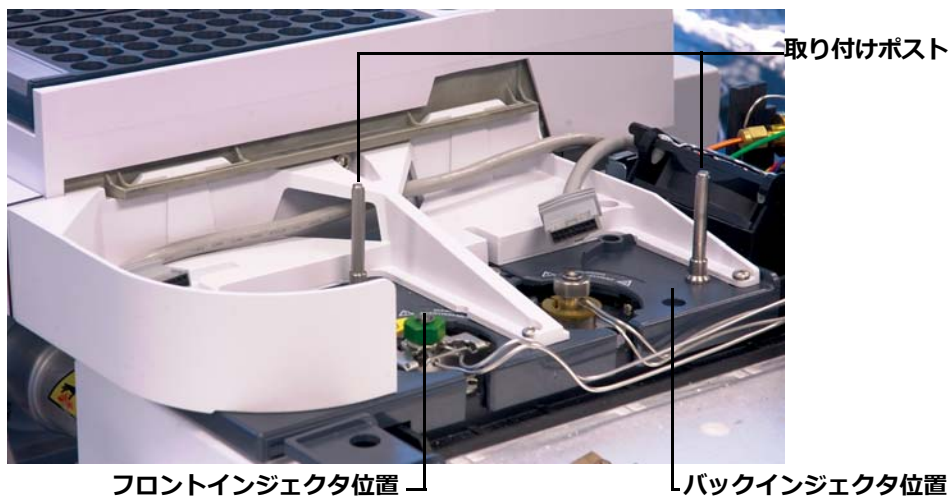

図 11 取り付けポストの 7890A GC への装着する
- **7890A GC、7820A GC、および 7820 MSD。** 注入口カバーを、希望に応じてフロントインジェクタまたはバックインジェクタの位置に取り付けます。ポストを最後まで回しきる必要があります (図 11 を参照)。